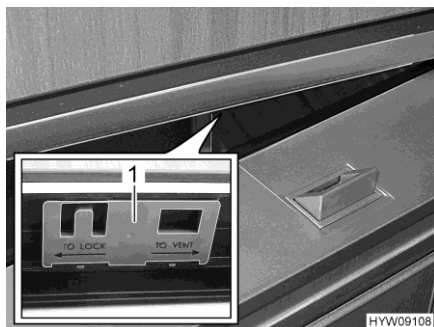

Fig. 124 Puerta del frigorífico (posición de ventilación)
- Desplazar la corredera (Fig. 124,1) hacia la derecha.